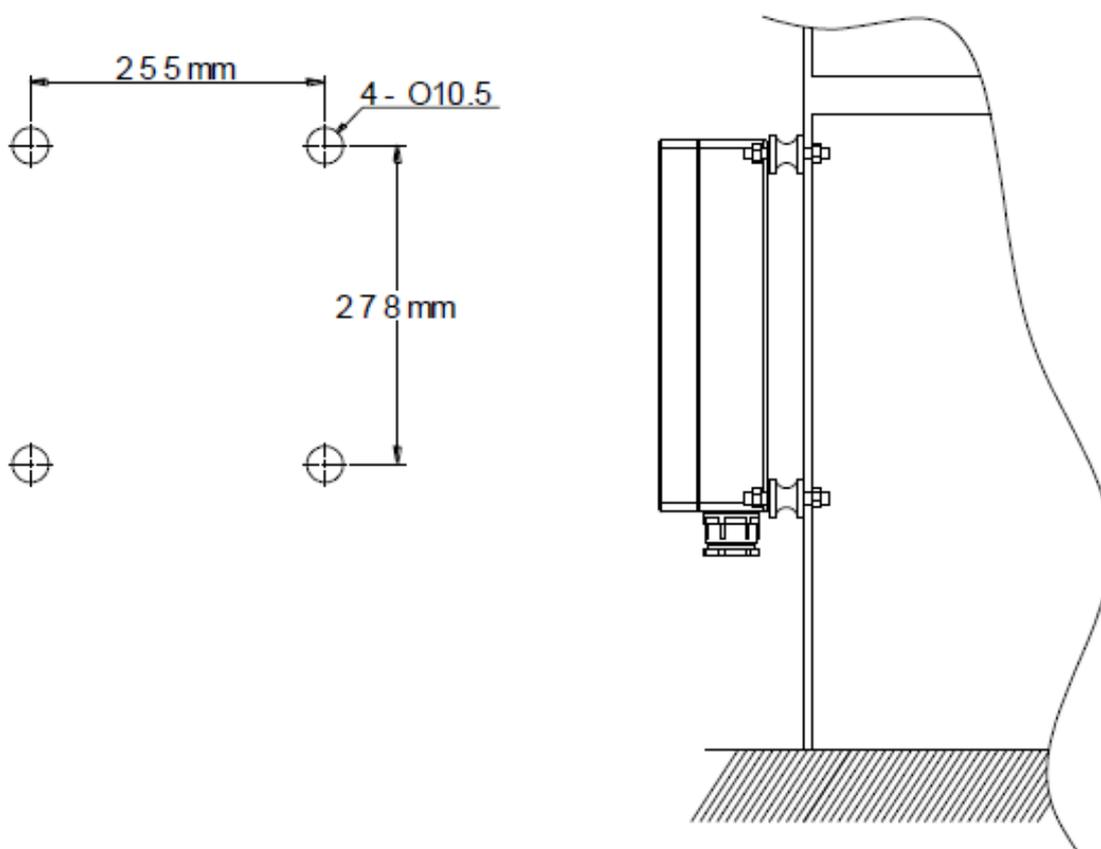

FIGURA 31 - INSTALAÇÃO RECEPTOR ALPHA 612XS
- Faça quatro furos no painel de controle (10,5mm), seguindo as distâncias conforme Figura 31;